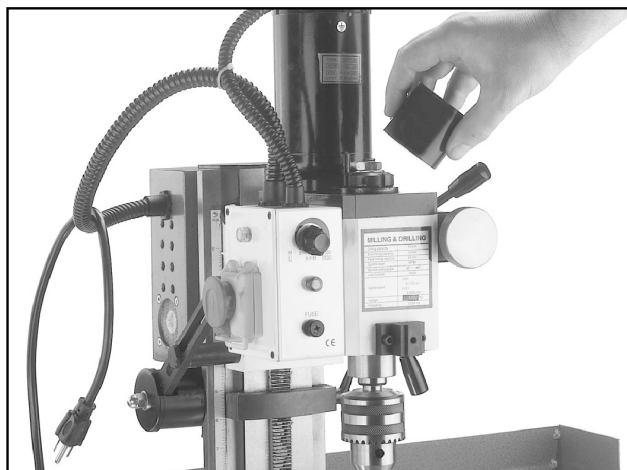

Fig 8. Ta bort spindelens vernebeskyttelse
2. Ta bort spindelens vernebeskyttelse etter **fig. 8.** OBS! - om du ikke lykkes å ta bort dekslet ved å dra i den, gjør et støt med hånden fra siden.